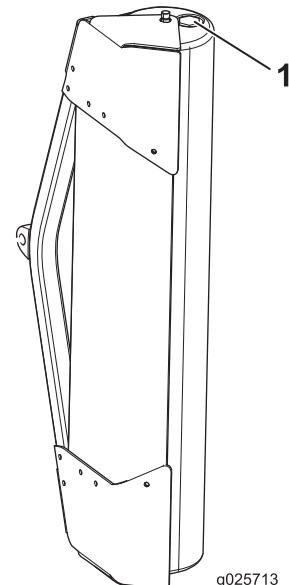

Figure 3
- À l'aide d'un tournevis à lame plate, retirez le bouchon du rouleau traceur remorqué, versez environ 9 kg (20 lb) de sable dans le rouleau et remettez le bouchon en place (Figure 3).